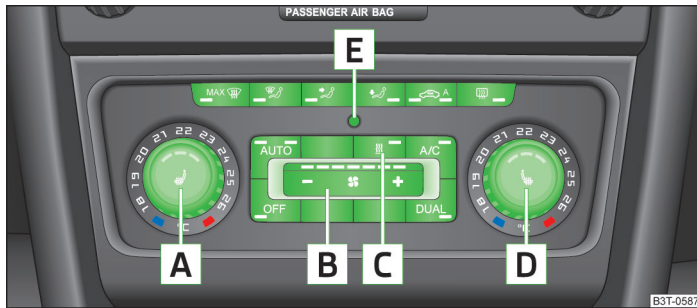

Abb. 110 Climatronic: Bedienungselemente
- ✓ **A/C** » **Abb. 110** auf Seite 104 eingeschaltet.
**Funktionen der einzelnen Bedienungselemente** » Abb. 110:
- > Die Taste **AUTO** » Abb. 110 auf Seite 104 drücken.
➤ Den Drehregler **A** » Abb. 110 auf Seite 104 nach links bzw. rechts drehen, um die Temperatur zu senken bzw. zu erhöhen.
➤ Den Drehregler **D** » Abb. 110 auf Seite 104 nach links bzw. rechts drehen, um die Temperatur zu senken bzw. zu erhöhen.
- Die Symboltaste **MAX**  » Abb. 110 auf Seite 104 drücken.
- Die Symboltaste  » Abb. 110 auf Seite 104 drücken.